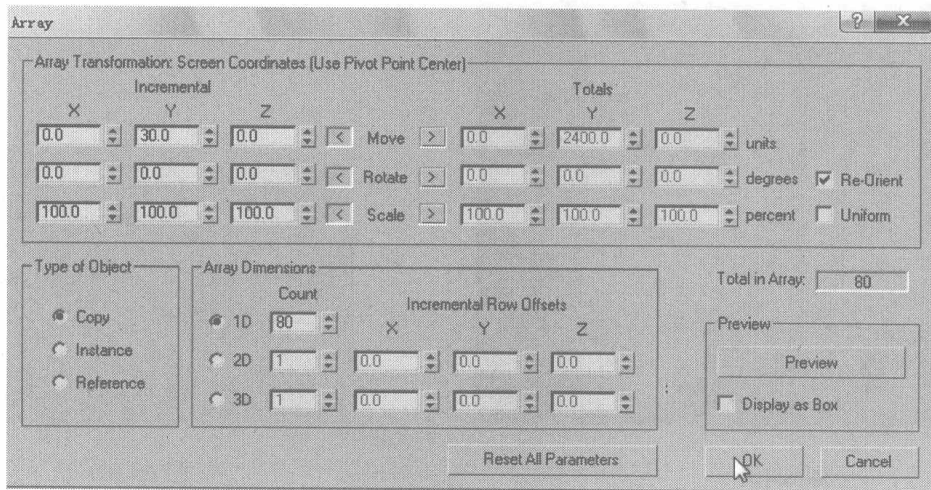

图 6.396
- 26** 取消节点编辑，选择该物体，在工具栏中的  按钮上单击右键，在弹出的快捷菜单中选择 Extras 命令，在弹出的小工具栏中单击  按钮，在弹出的对话框中设置复制的参数，如图 6.396 所示。